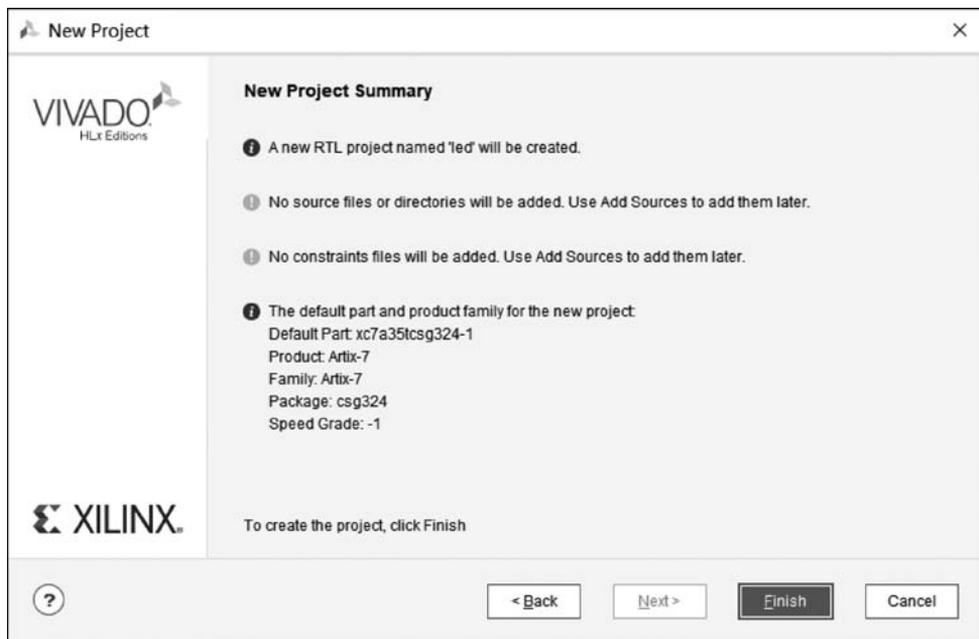

图 3.8 工程信息汇总
(8) 最终出现图 3.8 所示的界面,对工程信息进行汇总,确认相关信息正确与否,包括工程类别、源文件、所用的 FPGA 器件等。如果没有问题,则单击 Finish 按钮完成工程的创建;如果有问题,则返回前面界面进行修改。